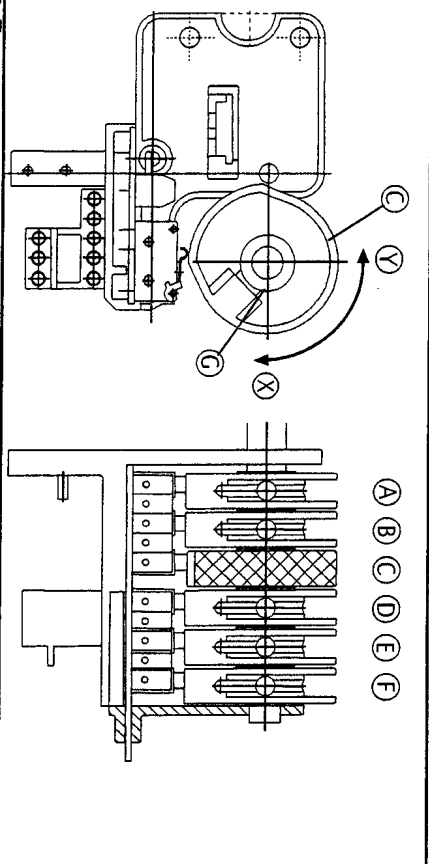
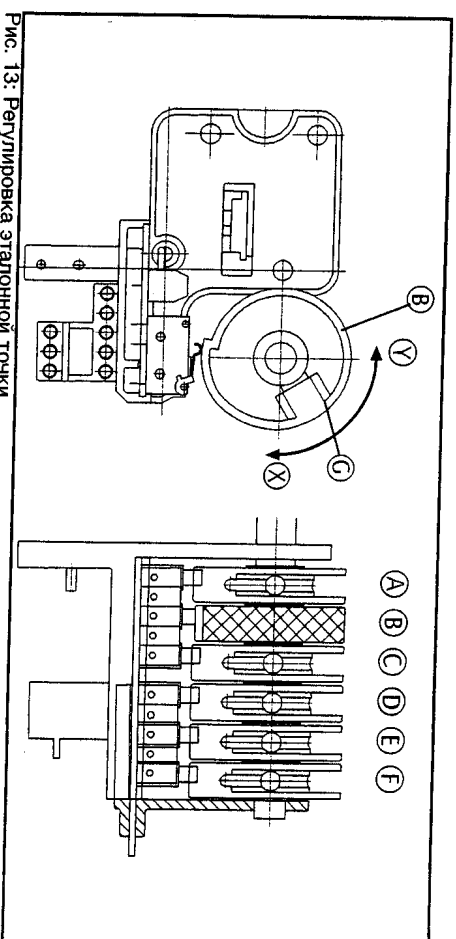
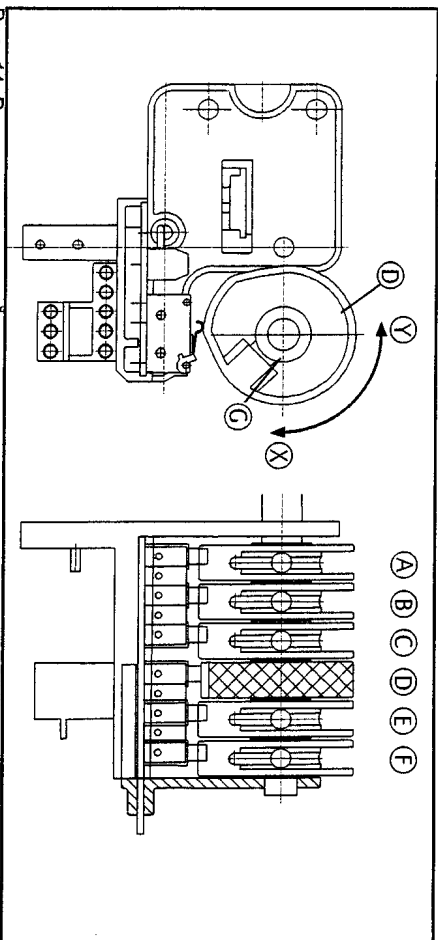

Рис. 12: Плавная остановка, конечное положение ЗАКР
Рис. 13: Регулировка эталонной точки
Рис. 14: Регулировка плавной остановки, конечное положение ОТКР
Относится к пункту 6.3.1 (рис. 12), 6.3.2 (рис. 13) и 6.3.3 (рис. 14)
- Отрегулируйте контактный кулачок (С), как это показано на рис. 12.
- Зафиксируйте контактный кулачок (С) путем затягивания потайного винта (G).
- Отрегулируйте контактный кулачок (В), как это показано на рис. 13.
- Зафиксируйте контактный кулачок (В) путем затягивания потайного винта (G).
- Отрегулируйте контактный кулачок (D), как это показано на рис. 14.
- Зафиксируйте контактный кулачок (D) путем затягивания потайного винта (G).
- Отрегулируйте контактный кулачок (F) в соответствии с инструкцией.
- Зафиксируйте контактный кулачок (F) путем затягивания потайного винта (G).